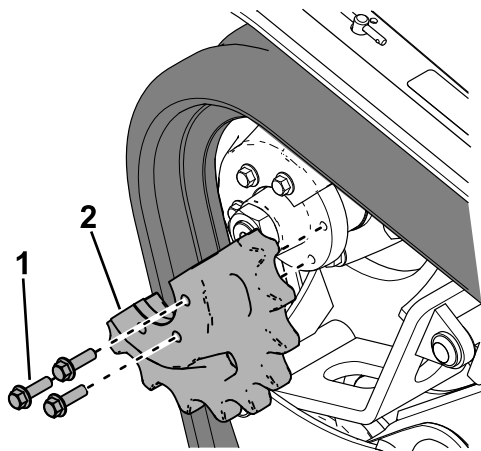

Bild 62
19. Tragen Sie Gewindesicherungslack auf die Schrauben der entfernten Antriebsritzelhälfte auf und setzen Sie die andere Kettenradhälfte ein (Bild 62). Ziehen Sie die Schrauben auf ein Drehmoment von 95-115 N·m an.